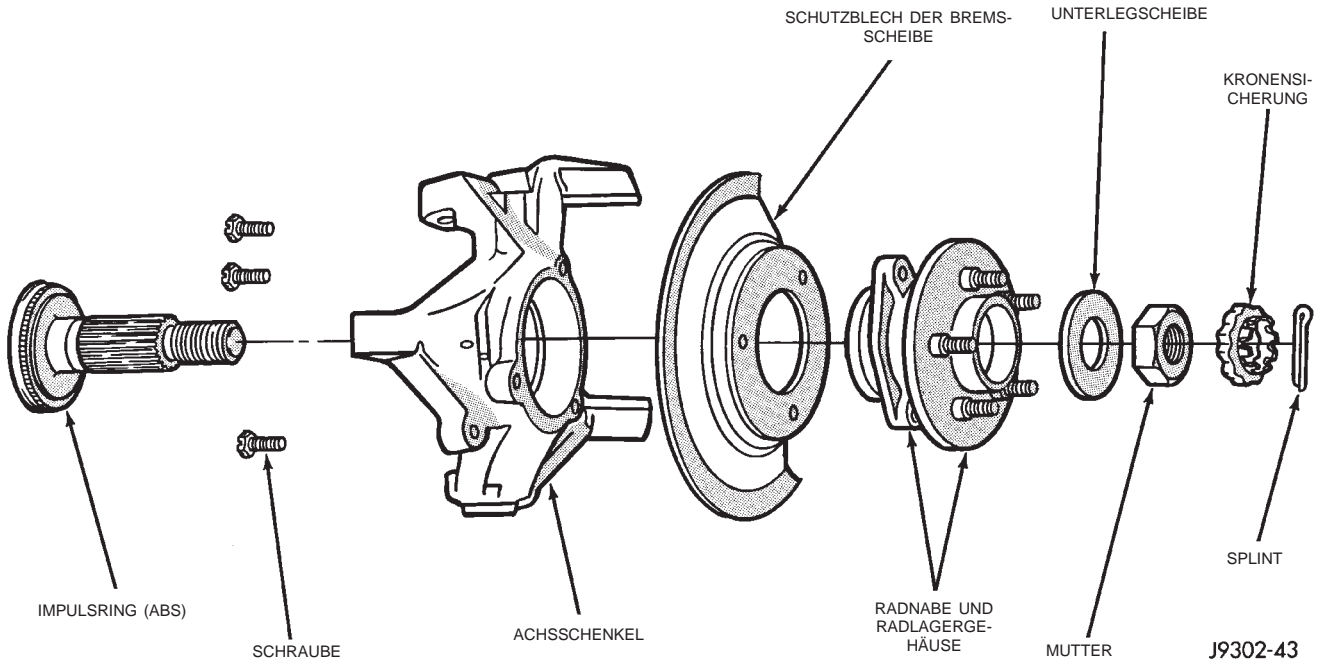

Abb. 9 Radnabe, Achsschenkel und Achswelle
- (1) Fahrzeug anheben und sicher abstützen.
- (2) Rad abbauen.
- (3) Bremssattel, Läufer und ABS-Geschwindigkeitsabnehmer (siehe Kapitel 5, "Bremsen").
- (4) Splint, Kronensicherung, Mutter und Unterlegscheibe von der Radnabe entfernen (Abb. 9).
- (5) Die Befestigungsschrauben der Radnabe lösen. Die Nabe vom Achsschenkel und der Achswelle abziehen.